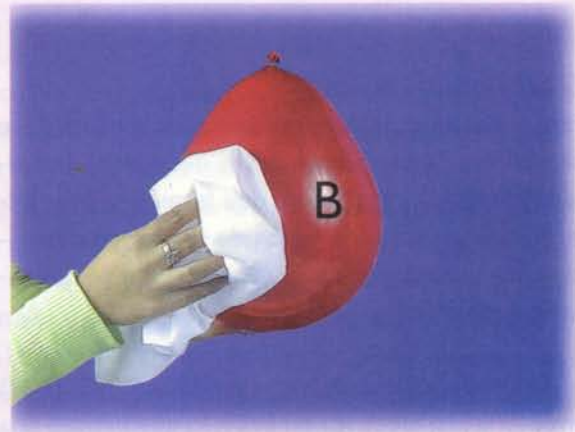

Figura 1.21
2. Tome el globo identificado con la letra B y frote suavemente la superficie de éste con un paño suave durante unos instantes, como se muestra en la **figura 1.21**.